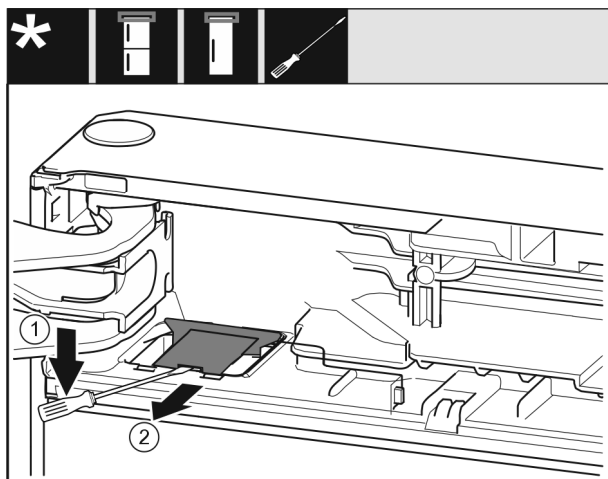

Fig. 10
- Klik afdækningen ud med en flad skruetrækker, og løft den af. Fig. 10 (1)
- Tag afdækningen af. Fig. 10 (2)